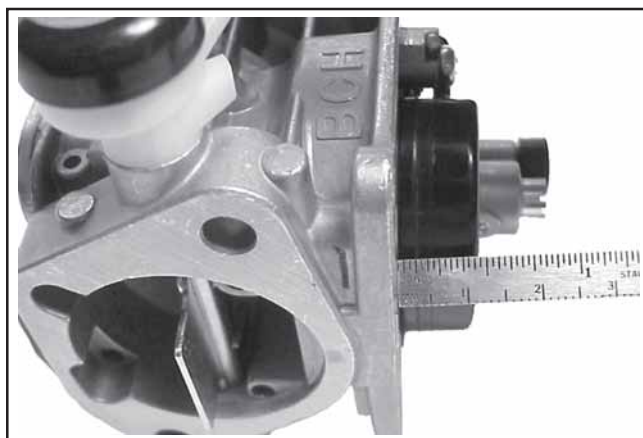

Figure 5-22. Contrôle de la hauteur du flotteur.
13. La hauteur de flotteur correcte, mesurée depuis le fond du flotteur jusqu'au corps du carburateur, est de **12,0 mm (0,472 in.)**. Voir Figure 5-22. Régler la hauteur du flotteur en pliant prudemment la languette métallique du flotteur.